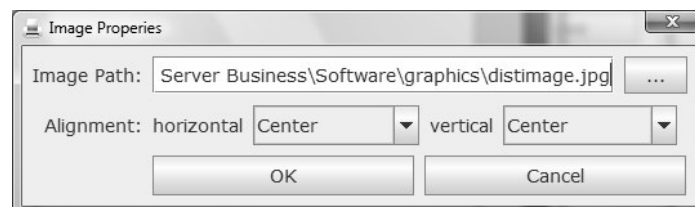

Рисунок 10. Окно Image Properties.
- В появившемся меню выберите **Modify** — появится окно настройки свойств изображения **Image Properties** (см. рис. 10).